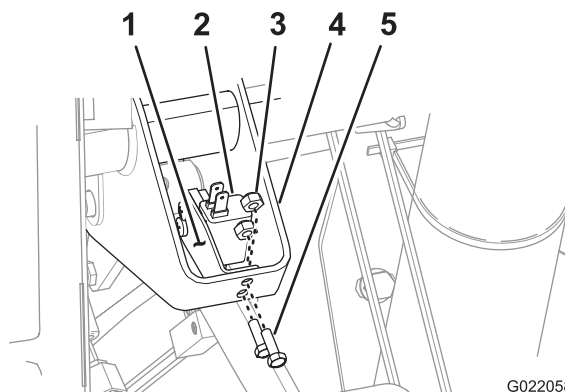

Figura 4
- Alinee el soporte del interruptor y el interruptor con la lado delantero del soporte del pedal del embrague (Figura 4).
- Alinee los taladros del soporte del interruptor con los taladros que perforó en el soporte (Figura 4).
- Sujete el soporte del interruptor al soporte del pedal del embrague con los 2 pernos y 2 contratuercas (Figura 4).